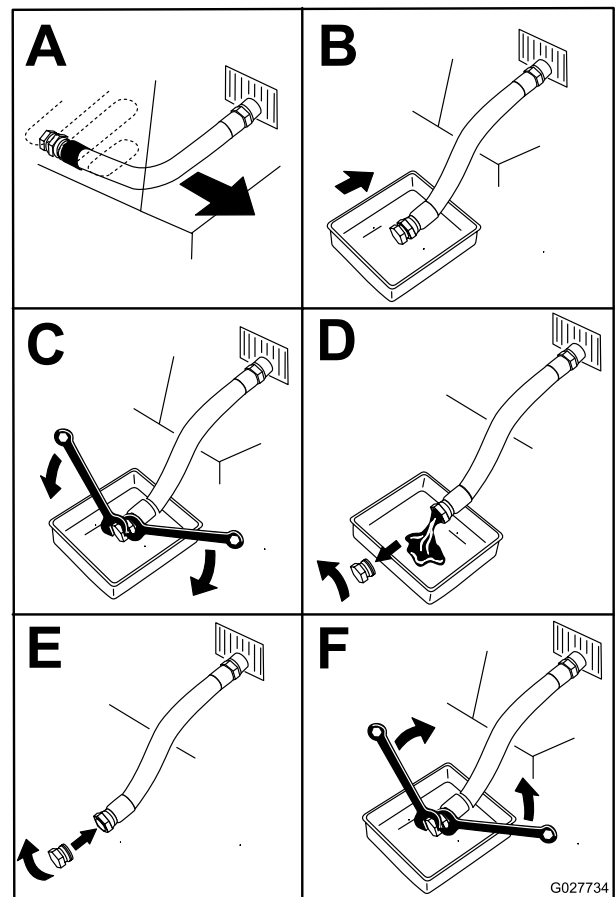

Figura 47
4. Pare el motor, retire la llave y espere a que se detengan todas las piezas en movimiento antes de abandonar el puesto del operador (Figura 47).